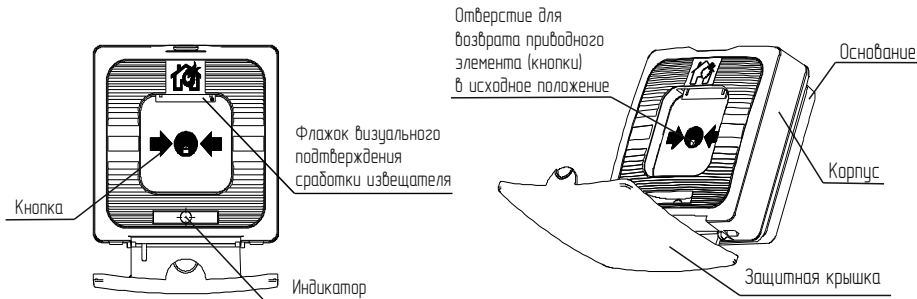

Рисунок 1
5.1 ИПР представляют собой устройства, формирующие сообщение «Пожар» при нажатии на кнопку. При этом формируется сообщение в виде скачкообразного уменьшения сопротивления в ШС до величины не более 500 Ом, сопровождающееся включением оптического индикатора и выпадением цветного флажка (Рисунок 1).
Выпадающий цветной флажок является визуальным подтверждением нажатого состояния кнопки ИПР (Рисунок 1). При возврате кнопки в исходное положение флажок занимает начальную позицию.